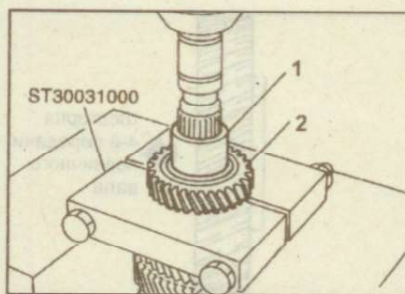

Рис. 9.92. Выпрессовка втулки (1) шестерни 5-й передачи и шестерни 4-й передачи (2)
9. Установите съемник подшипников между шестернями 3-й и 4-й передачи и выпрессуйте втулку шестерни 5-й передачи и шестерню 4-й передачи (рис. 9.92).